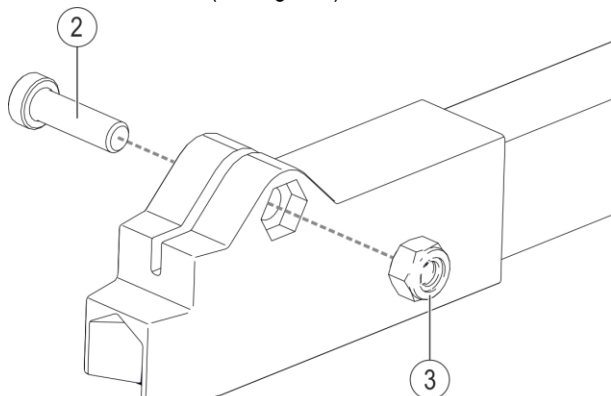

Fig. 106 : Serrer la vis cylindrique
→ Serrer la vis cylindrique DIN 6912-M6x20 (pos. 2) et l'écrou de blocage DIN 985-M6 (pos. 3) au moyen d'une clé à six pans creux de 4 (voir Fig. 106).